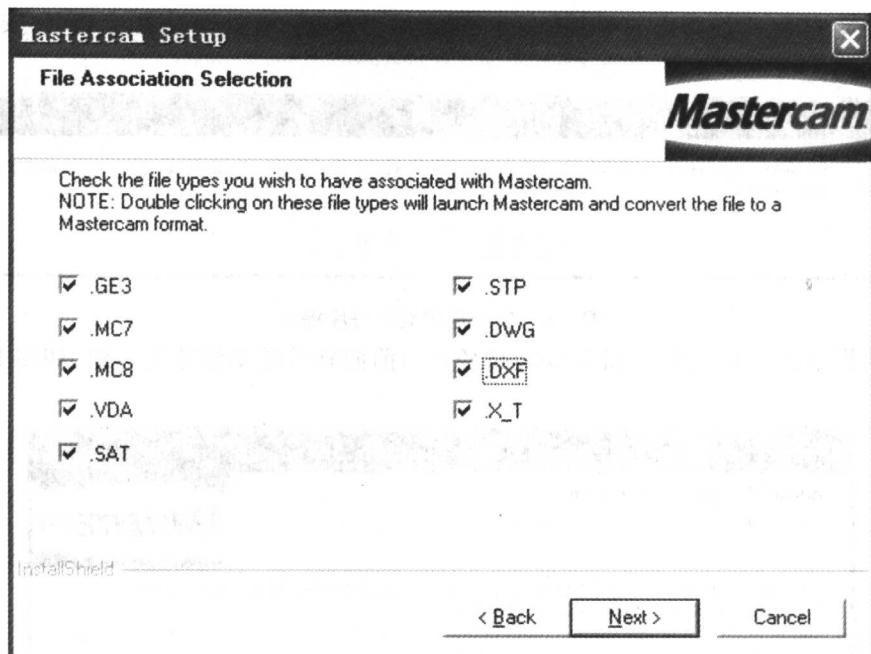

图 1.8 选择文件格式转换
8. 文件格式转换选择对话框,如图 1.8 所示。勾选.DXF 和.X\_T,点击 Next。